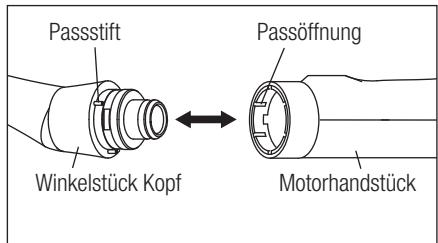

Abb. 2
- 2) Drücken Sie den Winkelstückkopf ein, bis seine Passstifte in die Passöffnungen des Motorhandstücks eirasten. Der Winkelstückkopf kann in sechs verschiedenen Aufsatzwinkeln eingesetzt werden. (Abb. 2)